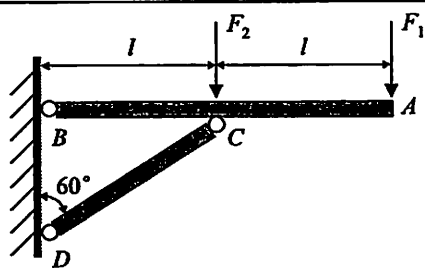

图 4-1
1. 如图 4-1 所示的托架，AB 为变形可忽略的刚性梁，CD 为支撑杆，已知 $F_1=5\text{kN}$ ， $F_2=10\text{kN}$ ， $l=1\text{m}$ ，斜支撑 CD 为铝管，弹性模量为 $E=70\text{GPa}$ ，横截面面积为 $A=440\text{mm}^2$ ，求刚梁 AB 端点 A 的铅垂位移。(15 分)